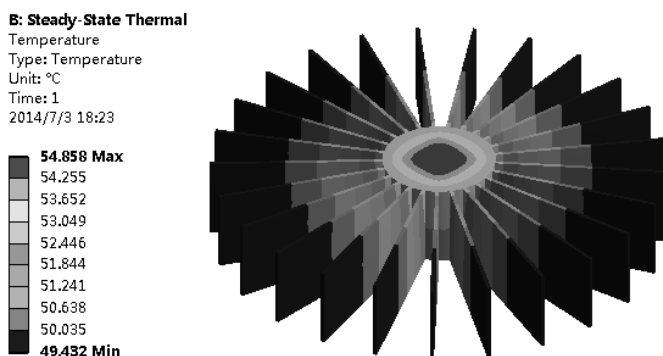

图 12-103 温度分析云图
11) 温度分析云图。在【Outline（分析树）】中选择【Solution（B6）】节点，单击其下的【Temperature】项， Temperature，在图形窗口显示出温度分析云图，如图 12-103 所示。